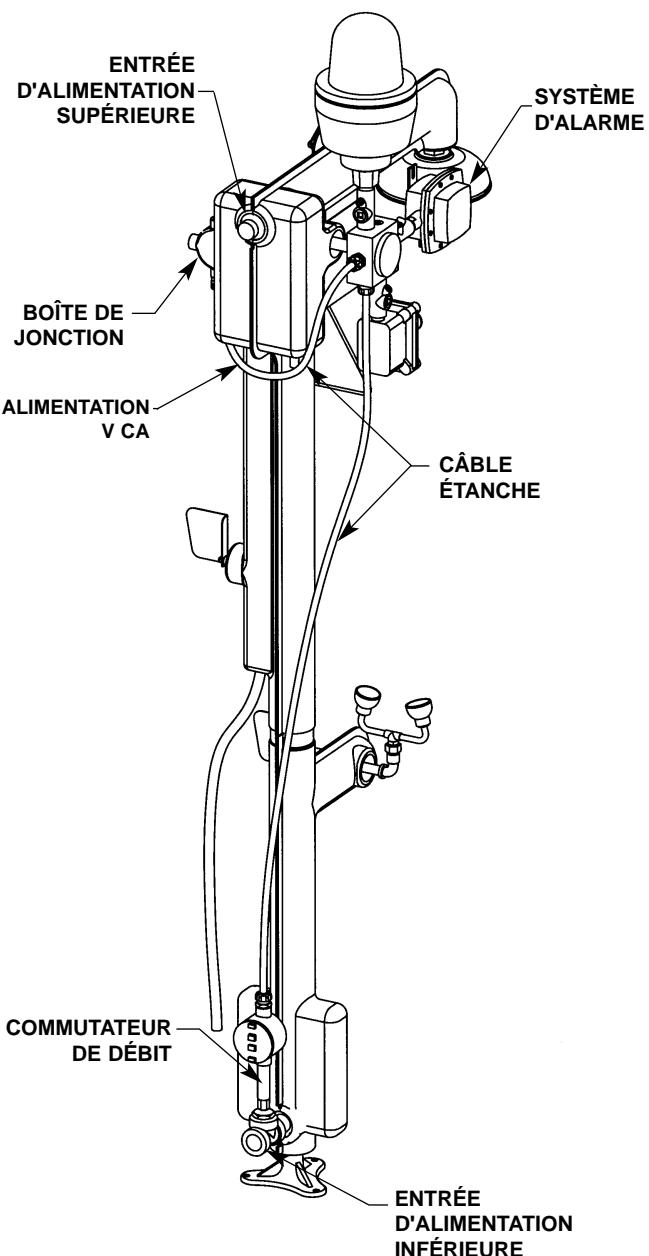
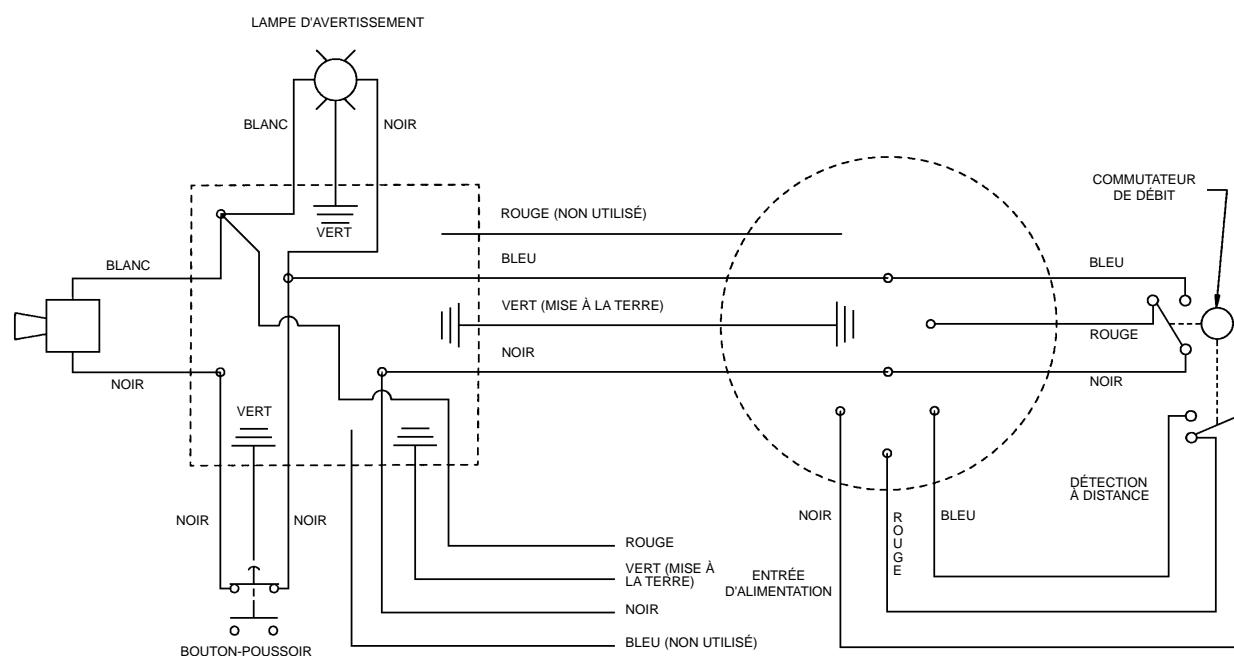

Figure 1
Figure 2
*NOTE : Puisque le commutateur de débit sera installé sur l'alarme avec un câble étanche de 2,1 m (7 pi), l'installateur doit garder en mémoire l'emplacement d'installation de l'alarme, lors du choix de l'emplacement du commutateur de débit (voir Figure 1).*
1. Posez l'interrupteur sur une portion horizontale de la conduite d'eau. Les orifices d'entrée et de sortie de l'interrupteur doivent se trouver à 15 cm (6 po) minimum de tout coude ou té dans la conduite d'eau (voir Figure 1).
- L'alarme peut être installée directement sur la tuyauterie de la douche d'urgence, en utilisant la quincaillerie d'installation fournie (voir Figure 1 en page 10).
- Raccorder le commutateur de débit à l'alarme, en installant un connecteur de raccord au bout du câble étanche de 2,1 m (7 pi) ainsi que dans la boîte de jonction du commutateur de débit (voir Figure 1 en page 10, et Figure 2 ici-bas).